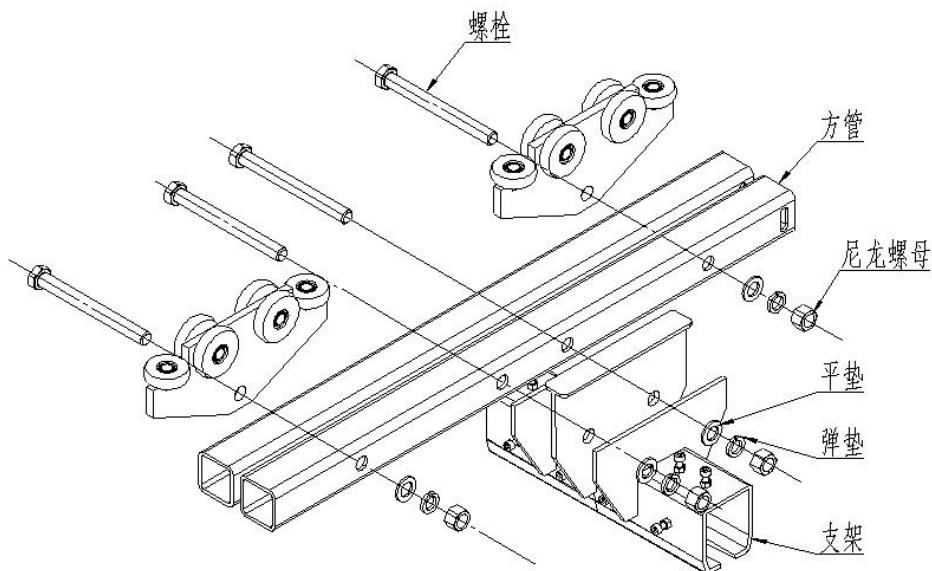

图 5D
5.9 确定加长型型轨小车的方管、支架、承重板以及所需的紧固件齐全(图 5D)。
- 5.10 将加长型型轨小车的方管安装到支架中，穿入连接螺栓（图 5D）。
5.11 将尼龙螺母置于每个螺栓的端部，紧贴型轨小车的支架拧紧（图 5D）。